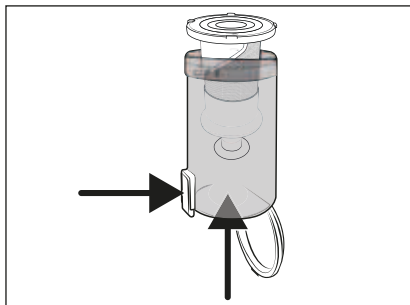

Fig. 18
- 3) Scoateți filtrul din oțel inoxidabil **6** din recipientul de praf **7** prin apăsarea tastei de deblocare a capacului recipientului de praf **8**. Apoi îndepărtați filtrul din oțel inoxidabil **6** de jos din recipientul de praf **7** (a se vedea fig. 18).